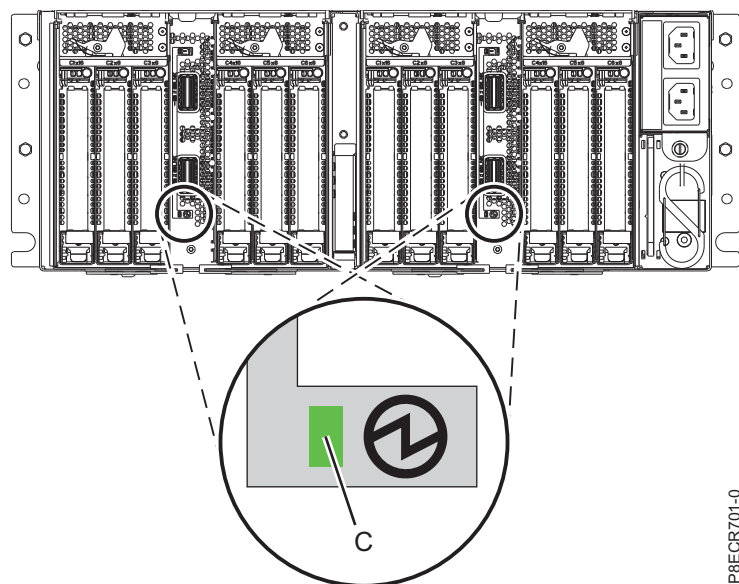

図 2. PCIe3 6 スロット・ファンアウト・モジュールの電源 LED
- 入出力モジュール電源 LED (C) が常時点灯状態である。電源 LED は、前のステップで識別された入出力モジュールの拡張ドロワー・ケーブル・ポートの下にあります。PCIe3 6 スロット・ファンアウト・モジュールの電源 LED の位置については、図 2 を参照してください。